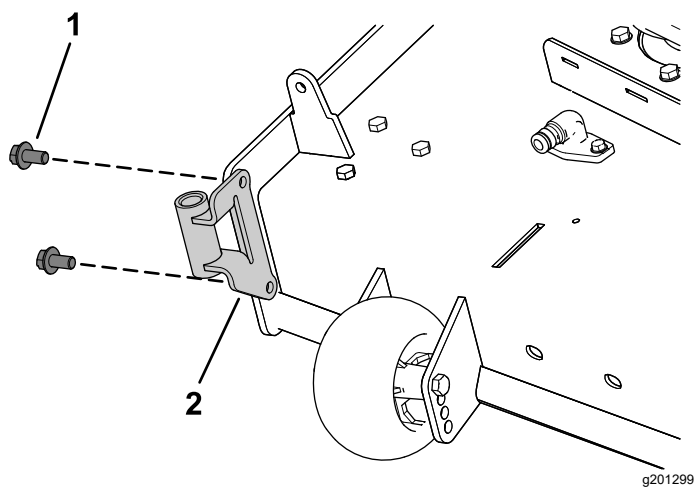

Figura 8
- Montirajte nosač duvača na kućište kosilice pomoću 2 vijka sa šestougaonom glavom i podloškom ($\frac{3}{8} \times \frac{3}{4}$ ") kako je prikazano na Figura 8.